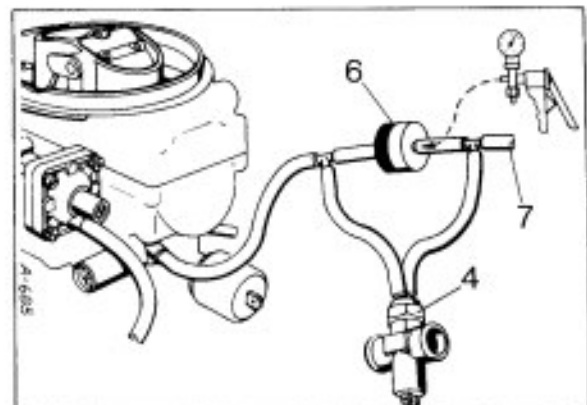

Bild 14
8.2 Rückschlagventil zur Steuerung der Zündverstellung (Bild 14)
- Ist Druckdifferenzabfall feststellbar, ggf. Rückschlagventil (6) ersetzen.